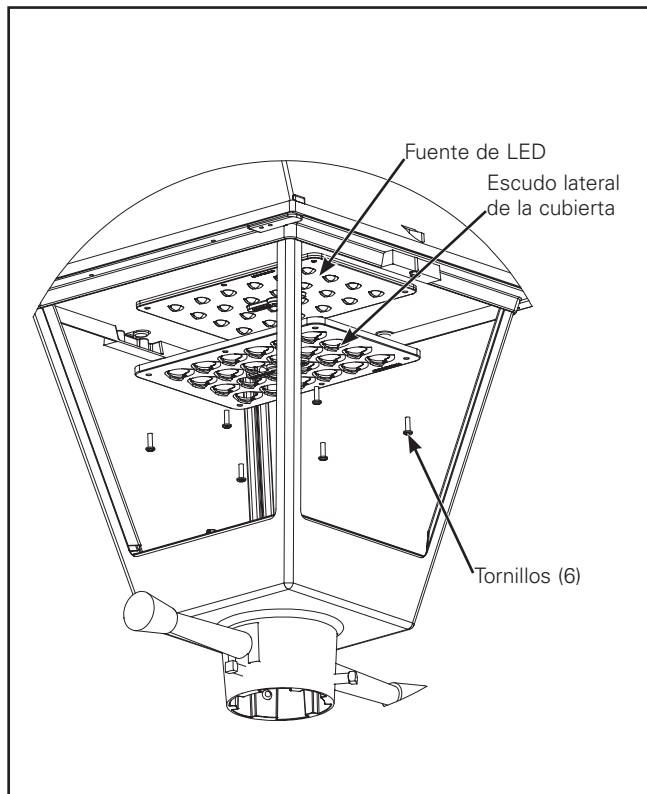

Figura 6.
2. Instale la protección lateral de la cubierta con los tornillos de estrella No. 8 X 1/2" provistos. Apriete hasta que el escudo de la cubierta esté ajustado. No los ajuste demasiado. (Figura 6.)